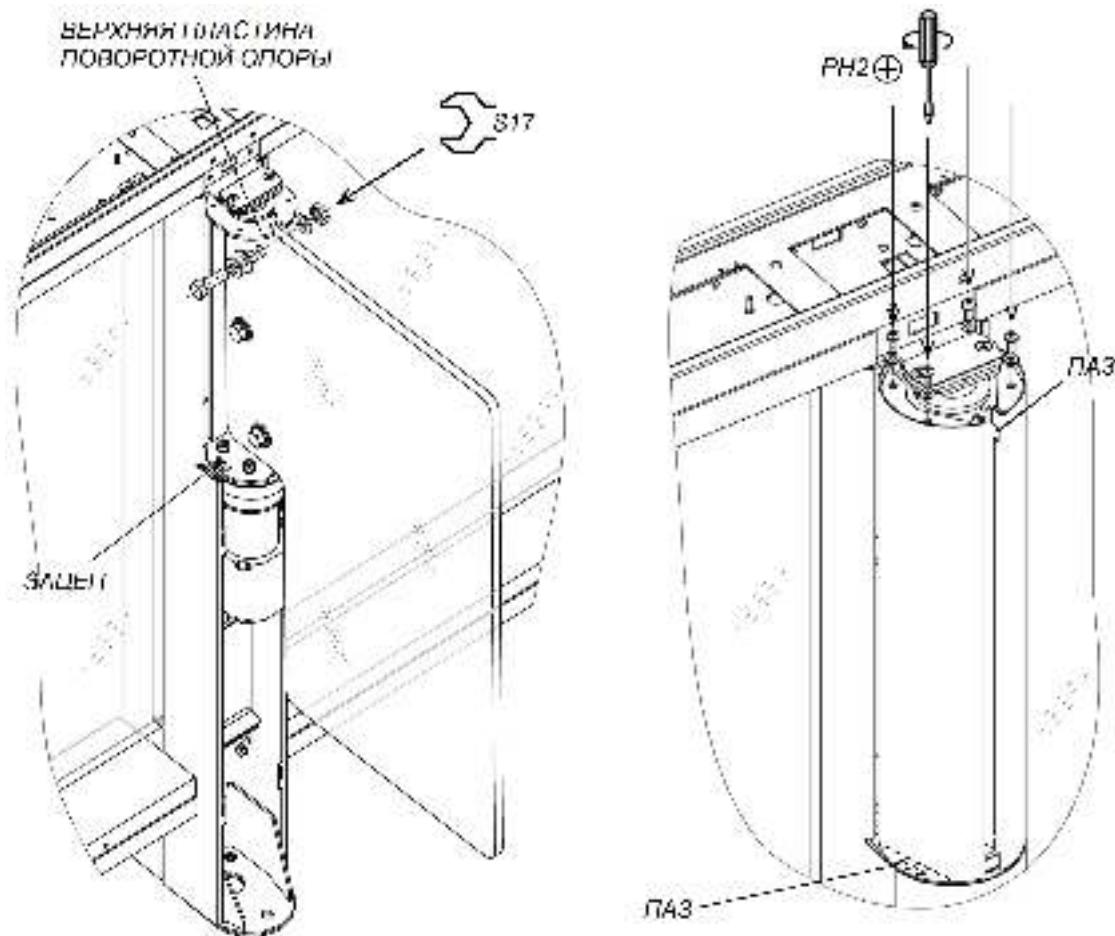

Рисунок 22. Створка и кожух створки
25. Установите блоки индикации центральных стоек (3) (см. рис. 22, разд. 8.9.5) (взять в комплекте принадлежностей).
Для установки блока индикации центральной стойки (3) (см. рис. 22):
3. Установите блок индикации на площадку, расположенную над поворотной опорой створки, и при помощи шестигранного ключа SW4 зафиксируйте его на верхнем коробе стойки (12), используя два винта M5x16 с шайбами из комплекта поставки.
Снятие блока индикации центральной стойки производится в обратном порядке. Перед этим необходимо демонтировать с секции турникета верхнюю крышку секции (10) (см. разд. 8.9.6, рис. 22, 23, 24).